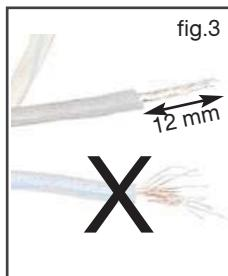

fig.3
- Dénudez chaque fil du câble d'alimentation sur 12 mm et torsadez soigneusement les brins (**fig.3**).